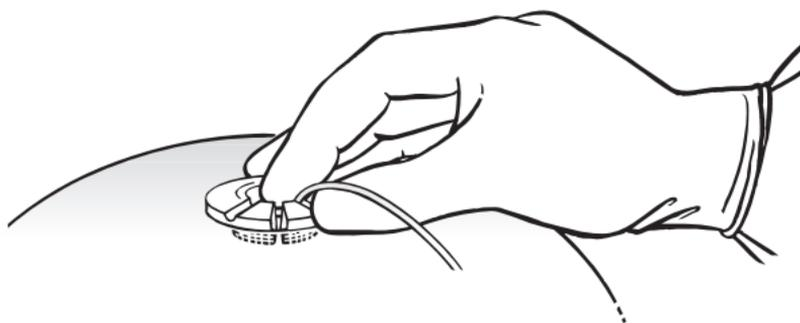

Figura 4. Pressione cuidadosamente o eléetrodo contra o anel do orifício de trépano
2. Pressione cuidadosamente o eléetrodo contra uma das ranhuras pré-talhadas na face interior do anel do orifício de trépano, verificando se o eléetrodo sai do anel do orifício de trépano pelo lado em que vai ser implantado o neuroestimulador (Figura 4).